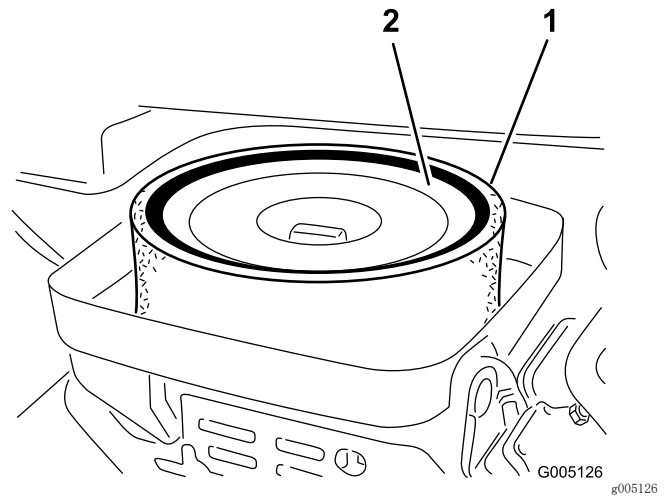

图29
3. 卸下将滤芯固定到空气滤清器壳体上的蝶形螺帽（图29）。
4. 如果泡沫滤芯变脏，请将其从纸质滤芯中取出（图29）。按照以下方式彻底清洁滤芯：